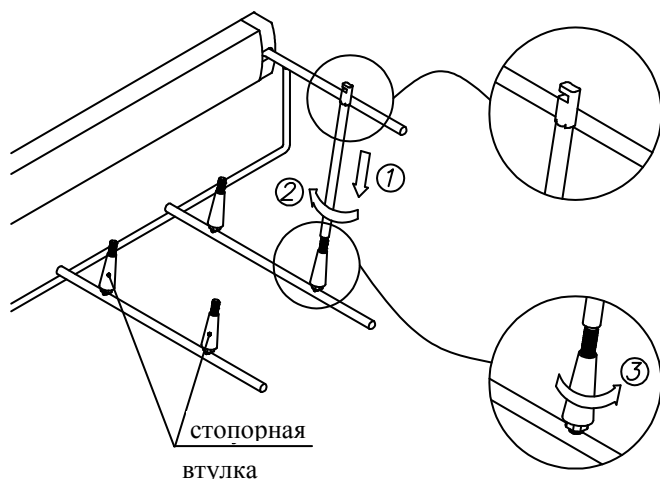

Рис. 10
Защелки регулятора накручиваются на фрагмент болта на выпирающий выше плоскость стопорная втулка (1), (2). Затяжки должны проводиться до полного контакта с подшипниками рукава kontrolująca. Правильная позиция противоположного окончания защелки представлена на Рис. 10.